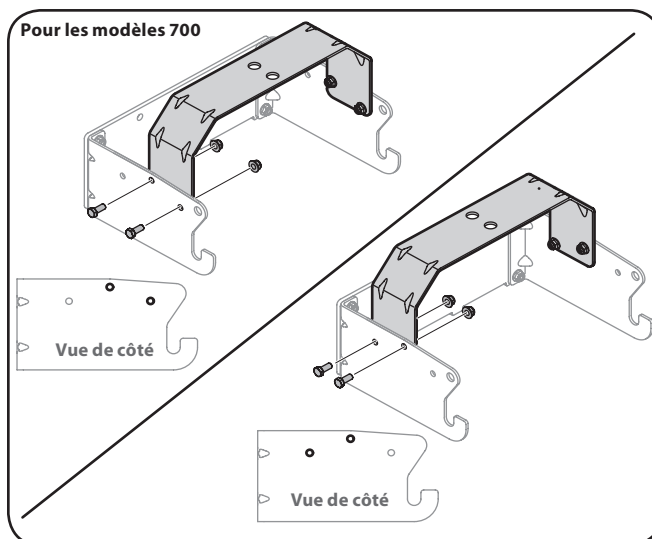

Figure 4-4
2. Renversez l'assemblage et montez le support de fixation d'attelage comme illustré à la fig. 4-4.
Remarque : Les trous les plus proches des crochets de support doivent être utilisés pour toutes les modèles de machine de la série 700, alors que les deux trous les plus proches du bâti sont pour tous autres modèles. Le support de fixation d'attelage devra être renversé pour permettre l'alignement des trous appropriés selon le modèle de la machine sur lequel ce dispositif d'ensachage doit être installé. Consultez la figure 4-4.